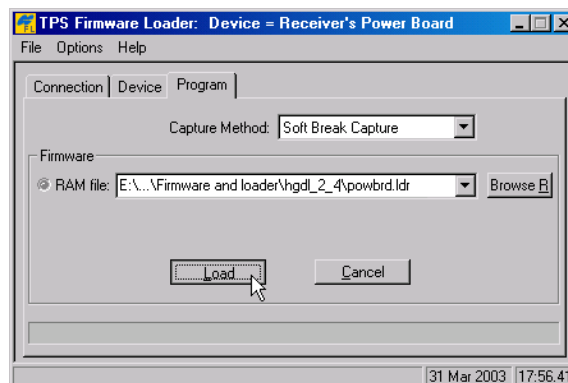

Figura 4-18. Configuración de la pestaña Program
6. Haga clic en la pestaña *Programa* y seleccione el valor *Soft Break Capture* (recomendado) para el parámetro *Método Captura* (Figura 4-18).
7. Busque y seleccione el archivo RAM de la tarjeta de alimentación (Figura 4-18).